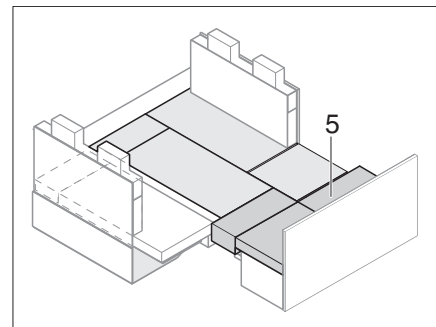

Bild 225 Nach dem Vergrößern
- Zusatzpolster (Bild 225,5) einlegen.